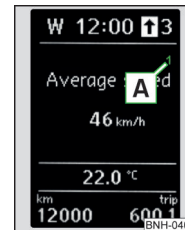

Abb. 28
**Anzeige des gewählten Speichers im Display auf der Position [A] » Abb. 28**